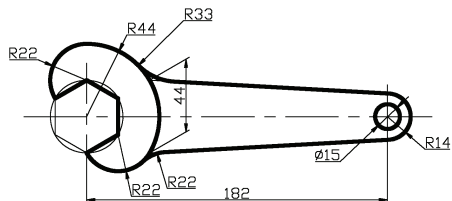

图 T3-1 扳手平面图
绘制图 T3-1 所示的图形。
(1) 本例的环境设置应该包括：图纸界限、图层（包括线型、颜色、线宽）的设置。按照图 T3-1 所示的图形大小，图纸界限设置成 A4 横放比较合适，即 297×210。图层至少应该包括各种线型（点划线层、粗实线层、细实线层和尺寸标注层，本例不标注尺寸，可以先不设）。
(2) 本例中的绘图基准是图形中的中心线，首先应该将 3 条中心线绘制正确。其它图线要分析清楚先后顺序和相互依赖的关系，否则无法继续。
(3) 绘制头部的圆弧也应该先绘制成圆，再修剪成指定大小的弧。绘制本例时要注意圆弧圆心的正确位置，圆弧和圆弧的相切的关系。
(4) 正六边形可以使用正多边形命令 POLYGON 直接绘制。
(5) 绘制手柄部分时同样要注意直线的两端的定位。尺寸 44 可以采用偏移命令来确定位置，另一端要保证相切。应该使用对象捕捉模式。
(6) 连接圆弧（R33 和 R22）应该首先利用 TTR 方式绘制成圆，再修剪成圆弧。